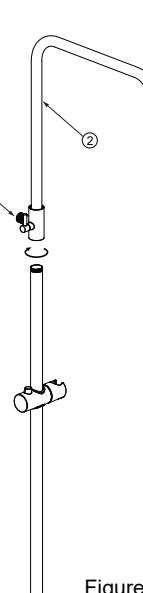

Figure 7
b) Déverrouillez le loquet du raccord de tuyau ④ et raccordez le tuyau du bras ② au rail de la colonne montante et serrez-le (Figure 7).